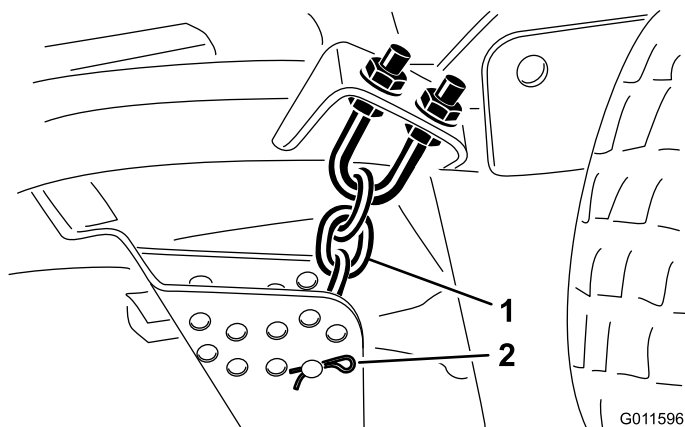

Figura 7
8. Retire os contrapinos tipo grampo e pinos de segurança que fixam as correntes da altura de corte à traseira da unidade de corte (Figura 7).